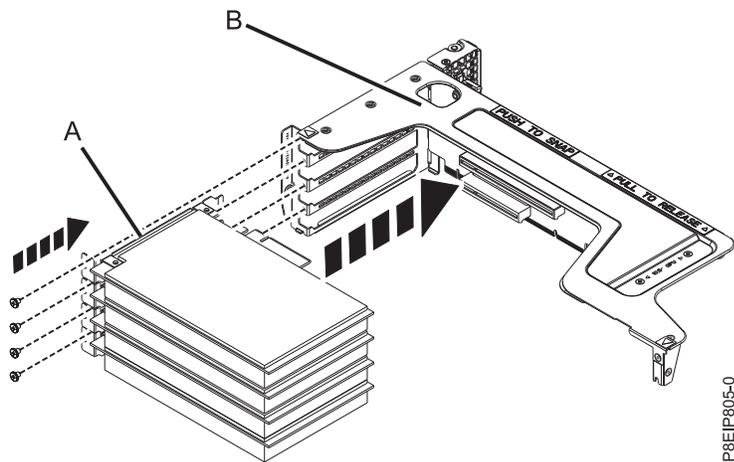

Abbildung 63. PCIe-Adapter in die Riserkarte einsetzen
- g. Setzen Sie den Adapter **(A)** in den entsprechenden Steckplatz in der Riserkarte für PCIe-Adapter **(B)** ein (siehe Abb. 63 auf Seite 93).